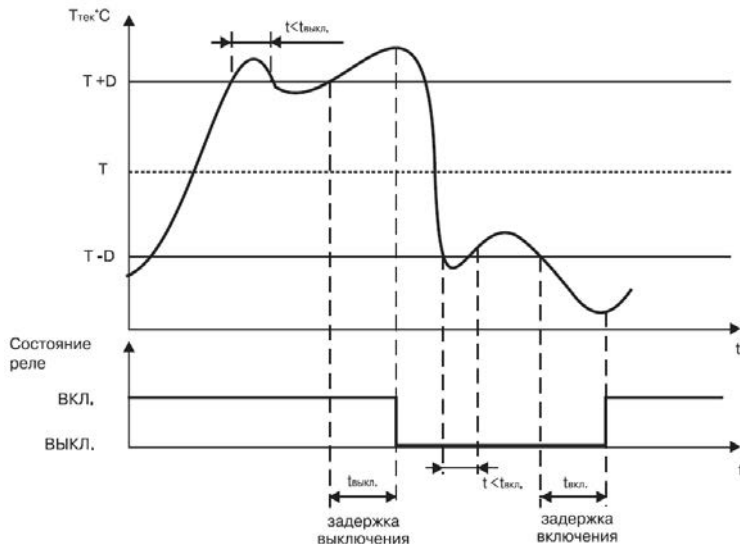

Рисунок 3.10
3.1.4.1.2 Для ЛУ, работающего в режиме устройства сравнения может быть задано время задержки включения и время задержки выключения. ЛУ включает или выключает выходное устройство, если условие, вызывающее изменение состояния, сохраняется, как минимум, в течение времени, установленного в параметрах **A1 -3** и **A1 -4** соответственно (рисунок 3.10).